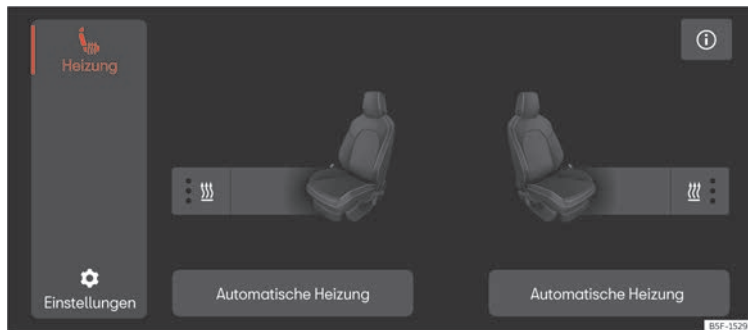

Abb. 117 Schematische Darstellung: Menü „Sitze“
- Zum Aktivieren/Deaktivieren der Funktion gehen Sie zum Untermenü Sitzheizung und klicken Sie auf die Schaltfläche **Automatische Heizung** unter dem entsprechenden Sitzbild » (Abb. 117).